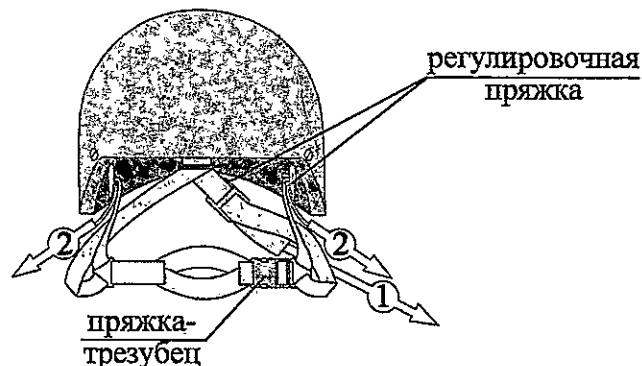

Рисунок 3 - Схема действий при регулировке подбородочного ремня:
- зафиксировать подбородочный ремень с помощью пряжки-трезубца и отрегулировать ремни с помощью пряжек (рисунок 3);